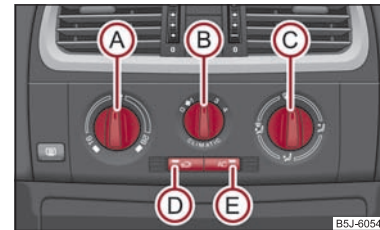

Abb. 91 Climatic: Bedienungselemente ►
- Drücken Sie die Taste \Rightarrow Seite 85, Abb. 91, in der Taste leuchtet die Kontrollleuchte auf.
Wenn der Luftverteilungsregler in der Position \Rightarrow Seite 85, Abb. 91 steht, wird der Umluftbetrieb automatisch ausgeschaltet. Durch wiederholtes Drücken der Drucktaste können Sie auch in dieser Stellung den Umluftbetrieb wieder einschalten.
Die Klimaanlage arbeitet, wenn der Schalter  ⇒ Seite 85, Abb. 91  gedrückt ist und folgende Bedingungen erfüllt sind:
- Drehen Sie den Drehregler **(A)** ⇒ Abb. 91 nach rechts, um die Temperatur zu erhöhen.
- Drücken Sie die Taste  **(E)** ⇒ Abb. 91. In der Taste leuchtet die Kontrollleuchte.